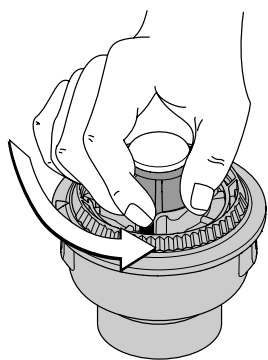

Fig. 16
1. Tenez la bobine extérieure et dévissez le bouton de butée à gauche (Fig. 16).